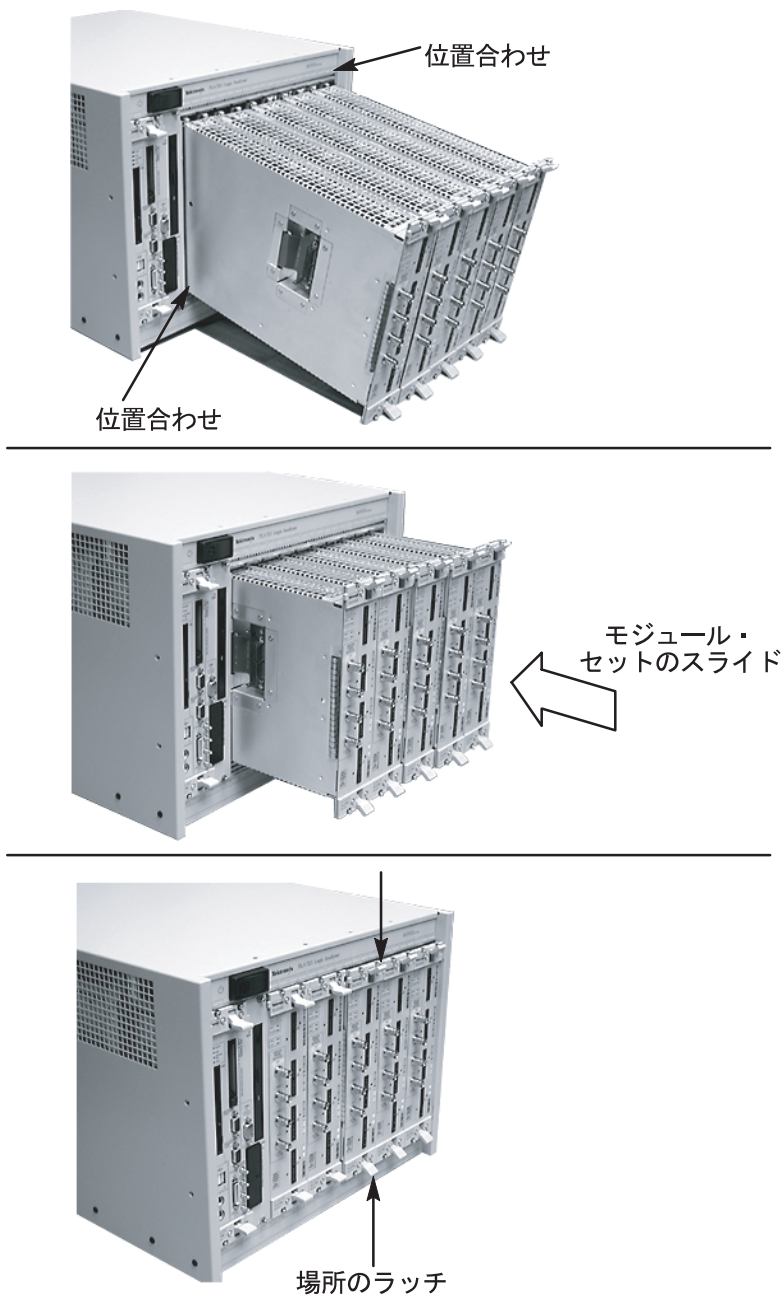

図 20 : マージしたモジュール・セットをメインフレームに装着する
10. モジュールの上下をメインフレームのスロットの位置に合わせます (30 ページの図 20 を参照)。マージしたモジュール・セットに 2 台以上のモジュールが含まれている場合は、もう一人の協力が必要になることがあります。